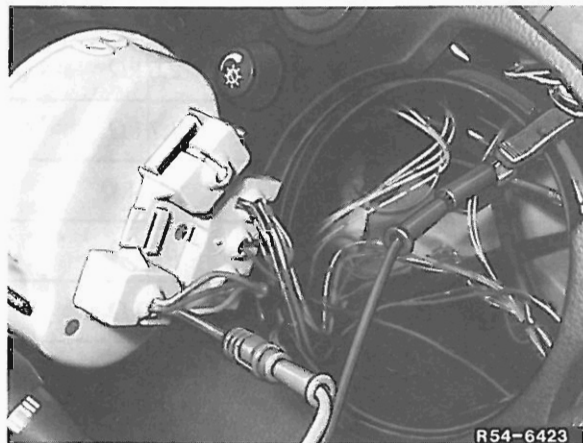

Bild 52
- I Fahrzeug anschließen (Bild 52), Meßblatt am Tachograf einlegen. Tachograf aus Instrumententafel herausnehmen und entplomben. Schwarze Prüflleitung auf blaue Leitung (Masse) anschließen. Rote Prüflleitung auf grünelbe Leitung am Stecker km/h anschließen.